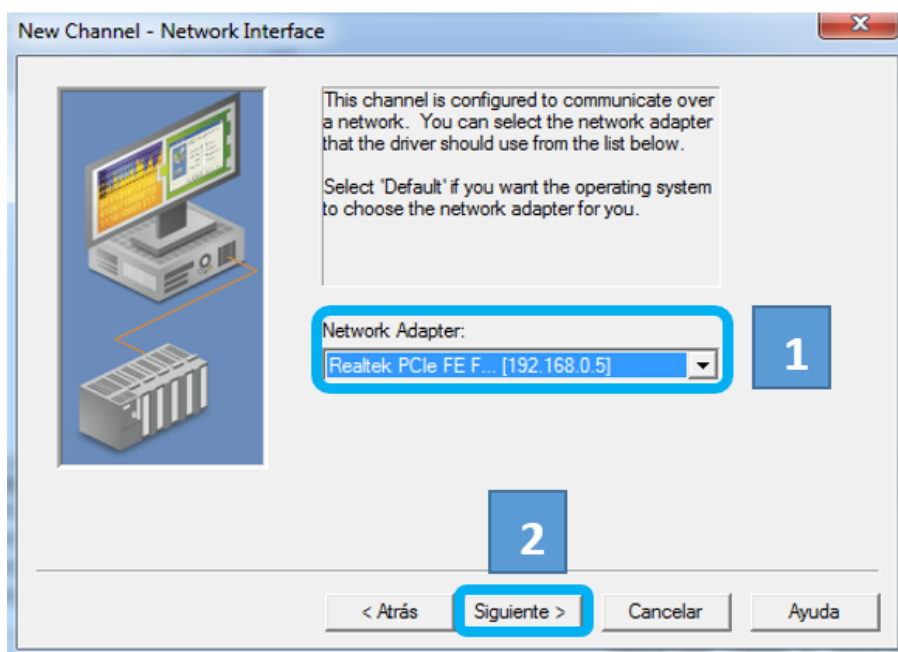

Figura 2.65: Elegir el adaptador de red del OPC.
- Elegir el adaptador de red, es la tarjeta de red del computador con su dirección IP como se indica en la figura 2.65, dar clic en siguiente.